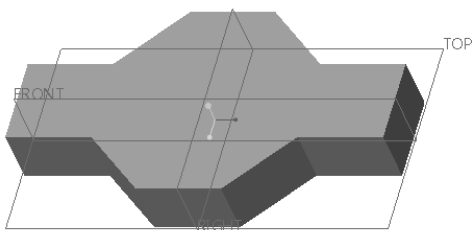

图 6-33 文件中的原始模型
1) 单击 （打开）按钮，弹出“文件打开”对话框。从随书光盘中的“CH6”文件夹中选择“bc_k_1.prt”文件，单击“打开”按钮。该文件中的原始模型如图 6-33 所示。